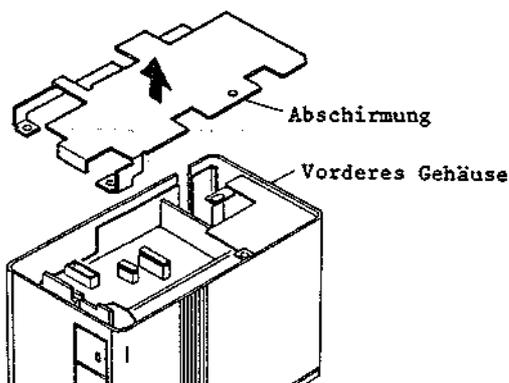

Abb. 2-205 Ausbau des vorderen Gehäuses und der Anzeige/Schalter-Leiterplatte
6-2 Ausbau des vorderen Gehäuses und der Anzeige/Schalter-Leiterplatte (Abb. 2-205, 2-206, 2-207, 2-208)
2. Das Abschirmgehäuse in Pfeilrichtung abnehmen (siehe Abb. 2-205).
2. Das Abschirmgehäuse und die Leiterplatten aus dem vorderen Gehäuse entfernen (siehe Abb. 2-205, 2-206, 2-207).